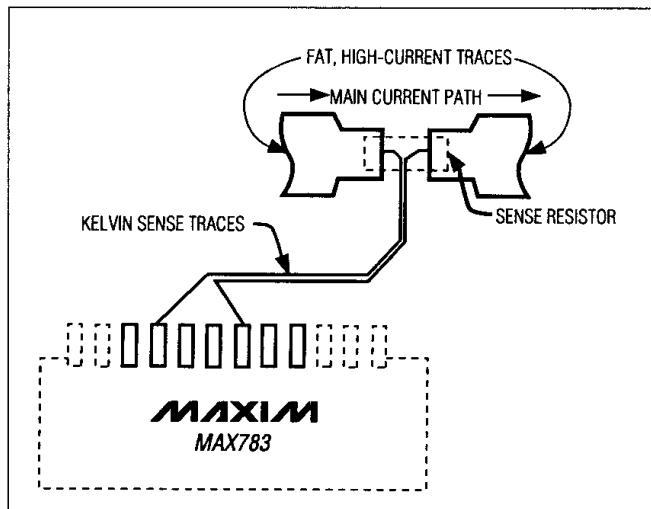

図5. 電流検出抵抗でのケルビン接続
検出抵抗値(例： $I_{OUT}=3A$ の時、 $R1=25m\Omega$)は、プリント基板上での数cmの幅の狭い配線と同じぐらいになるため、配線抵抗によって大きな誤差を発生することがあります。この誤差を防ぐために、検出抵抗と CS_ 及び FB_ 間をケルビン接続にします。例えば、図5に示すように、いかなるインダクタ及び負荷電流を導かないような分離した配線を用います。このような配線は、最低間隔で並列になるようにします。安定性、低リップル出力を実現するために、このような配線でのレイアウトが重要になります(レイアウトとグランドの項を参照)。
2. ケルビン接続された電流検出抵抗のトレースは、短く、互いに近づけ、そして常にスイッチング箇所から離します(図5を参照)。注意：電流検出抵抗は、できるだけICの近くに配置します(もし可能ならば10mm以内にする)。